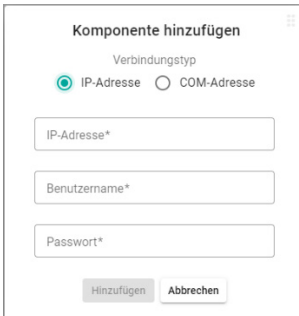

Abb. 5-3: Fenster *Komponente hinzufügen*
- Fenster *Komponente hinzufügen* wird geöffnet (→ Abb. 5-3).